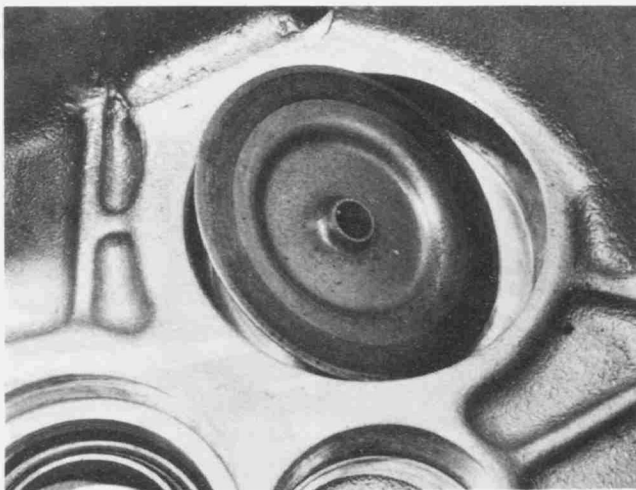

Bild 158
- Das Ölfangblech der Abtriebswelle mit der Erhebung in der Mitte nach unten in das Getriebegehäuse fallen lassen. Abtriebswelle und Nebenwelle zusammen mit den Schaltgabeln in das Gehäuse einsetzen. Darauf achten, dass die Schaltgabeln nicht beschädigt werden. Die Zapfen in die Kurvenschaltzscheibe eingreifen lassen (Bild 158).